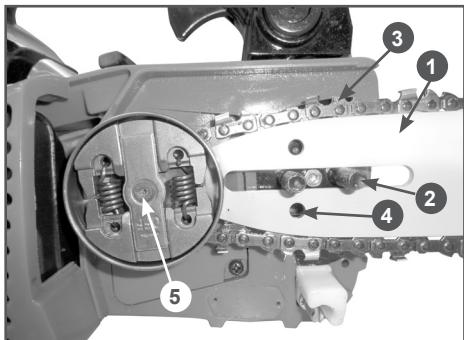

Рис. 3 Установка шины и цепи
4. Установите направляющую шину(1) на шпильки(2) так, как показано на Рис. 3 и сдвиньте ее в сторону муфты сцепления(5) для облегчения установки пильной цепи.
5. Установите пильную цепь на направляющую шину так, как показано на Рис. 3. При установке цепи следите за тем, чтобы режущая кромка зуба (3) была расположена вперед по ходу движения цепи, т.е. по часовой стрелке.
При установке крышки следите за тем, чтобы палец натяжения цепи совпал с отверстием (4) в направляющейшине (Рис. 3).